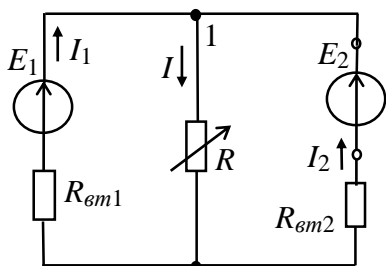

Рисунок 13
В работе исследуется двухконтурная схема цепи (рис. 13) с двумя источниками постоянного напряжения, имитирующая, например, электрическую цепь электропитания автомобиля. В состав такой цепи входит: генератор с ЭДС  $E_1$  и внутренним сопротивлением  $R_{вт1}$ , аккумуляторная батарея с ЭДС  $E_2$  и внутренним сопротивлением  $R_{вт2}$  и эквивалентная нагрузка  $R$ .
В соответствии с вариантом задания нужно установить значения ЭДС  $E_1$  и  $E_2$  источников энергии, их внутренние сопротивления  $R_{вт1}$  и  $R_{вт2}$  и сопротивление нагрузки  $R$ . При проведении опытов сопротивление потенциометра (нагрузки)  $R$  необходимо изменять в широких пределах. Условное положительное направление токов в ветвях схемы указано на рис. 13.
Для расчета токов ветвей используют следующие методы: метод законов Кирхгофа, метод наложения, метод контурных токов, метод двух узлов. Проведём расчёт токов в ветвях схемы (см. рис. 13) методом законов Кирхгофа. Согласно первому закону Кирхгофа (1ЗК) для узла 1:
**Задание 1.** Рассчитать токи ветвей схемы (см. рис. 13) методом законов Кирхгофа, напряжение  $U_1 = E_1 - R_{вт1} I_1$  и мощность, потребляемую нагрузкой R. Проверить результаты расчета методом баланса мощностей и построением потенциальной диаграммы наружного контура.